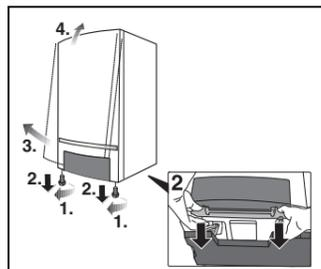

Fig. 4
- Draai de borgschroeven (→ fig. 4, [1]) gedeeltelijk los.
- Klik de beide kliksluitingen aan de onderzijde van het bedieningspaneel naar onderen (→ fig. 4, [2]).
- Kantel de onderzijde van de mantel naar voren (→ fig. 4, [3]).
- Til de mantel iets op en verwijder deze (→ fig. 4, [4]).